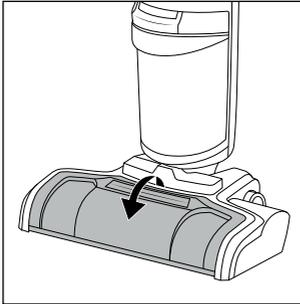

Fig. 33
- ◆ Hold på sprøjtebeskyttelsen **7** øverst på gribekanten (*PULL*) og træk den frem for at fjerne den fra bunddelen **3** (se fig. 33).